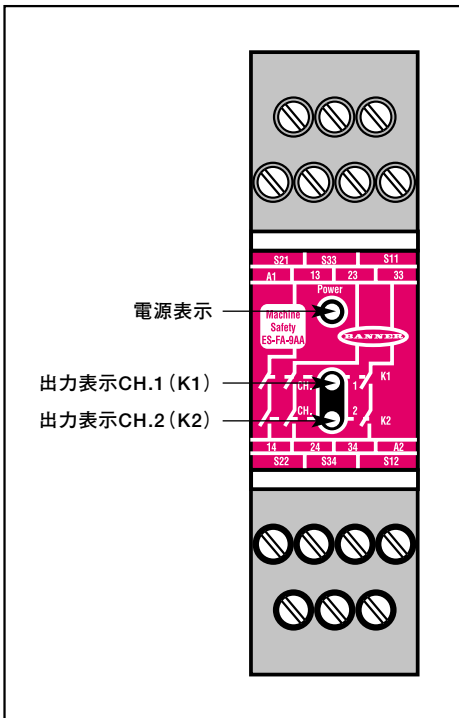

Fig.1 表示
セーフティモジュールには、電源表示および出力表示 (CH.1とCH.2) が装備されています。page 3のFig.1をご参照ください。調整やユーザーで交換可能な部品はありません。アフターサービスにつきましては、page 10の「修理」をご参照ください。
- 3) 非常停止セーフティモジュールの端子A1、A2に電源を供給してください(Fig.2、3参照)。電源表示(page 3のFig.1参照)のみが点灯していることをご確認ください。この時点で、その他の2つの表示が点灯している場合は、電源を切りすべての配線をチェックしてください。問題の原因が解決したら、ステップ2へ戻ってください。